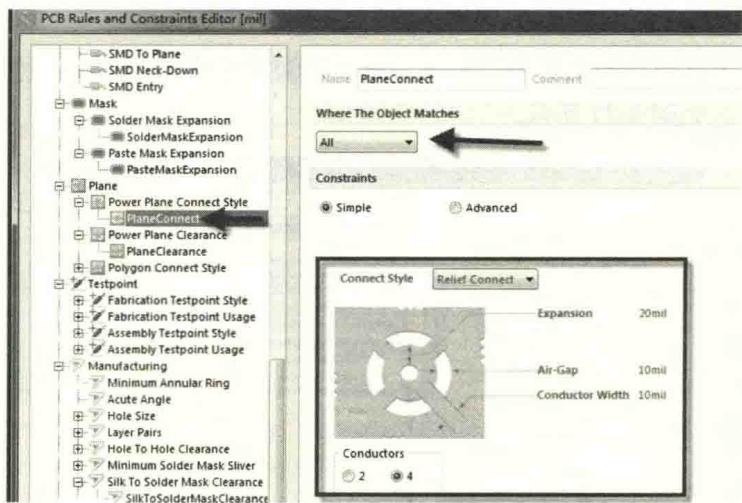

图 9-29 负片连接规则设置
(1) 在“Power Plane Connect Style”上单击鼠标右键，创建一个“PlaneConnect”负片连接规则，如图 9-29 所示。